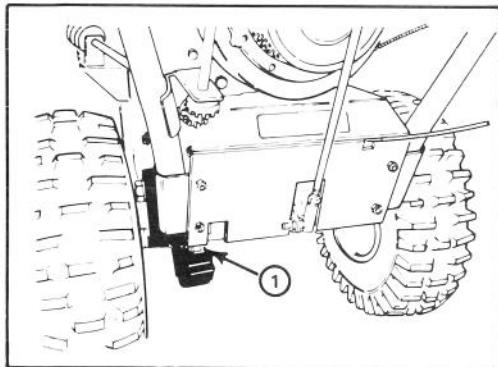

Abbildung 15
1. Die Antriebskette einmal jährlich mit Kettenschmierstoff schmieren (Abb. 15). Überflüssiges Öl aufwischen.